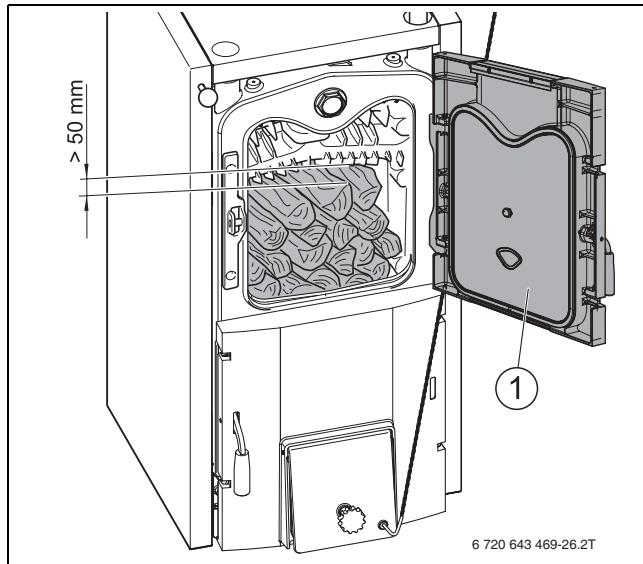

Рис. 32 Дозагрузка дров
- При сжигании дров:** кладите столько дров, чтобы между верхним поленом и верхней кромкой топочной камеры оставалось минимум 50 мм (→ рис. 32).